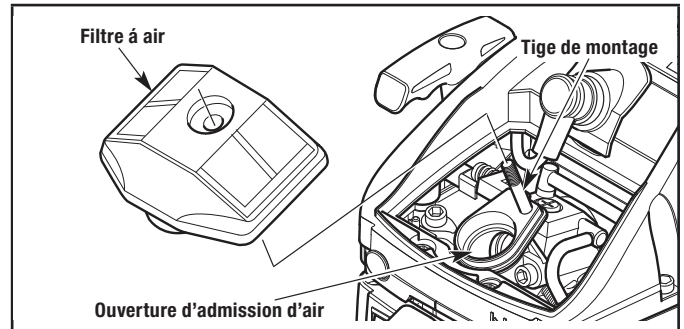

Figure 42
3. Retirez le filtre à air (Fig. 42).
5. Réinstallez le filtre à air sur la tige de montage (Fig. 42). Assurez-vous que l'ouverture du filtre à air s'insère parfaitement dans l'ouverture d'admission d'air (Fig. 42).